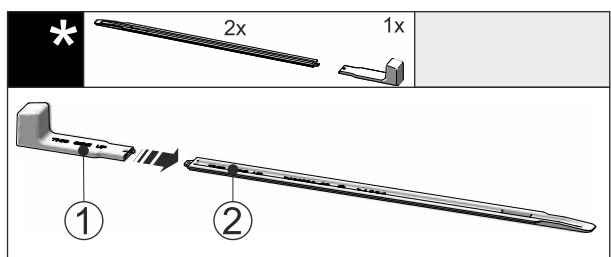

Fig. 50
- Вставте монтажну ручку Fig. 50 (1) на вирівнювальну рейку Fig. 50 (2).